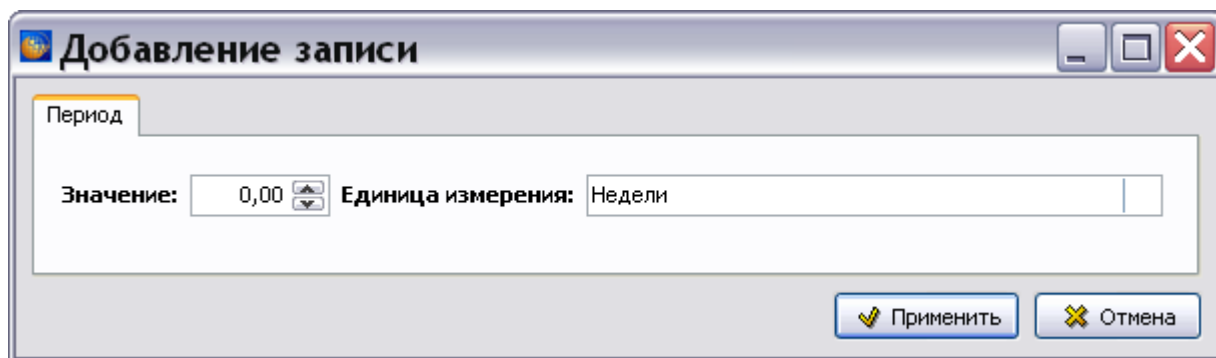

Рисунок 838
1) Щелкните левой кнопкой мыши по полю интервалов обслуживания и нажмите на кнопку **Добавить** на панели инструментов редактора. После этого откроется окно **Добавление записи** (рисунок 838).